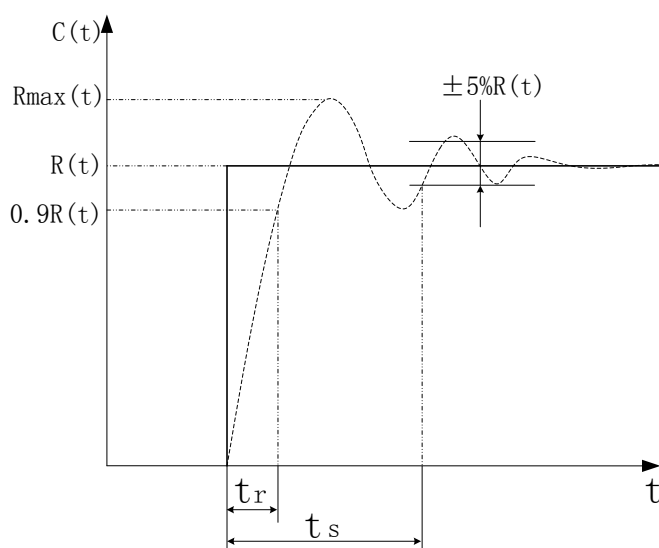

Figura 1-7 Curva de reação dinâmica do Servo
**Características de reação dinâmica do Servo:** refere-se à velocidade de reação, controle dinâmico de erro e erro de controle estável do sistema servo com sinal ou conjunto de mudança de carga. Figura 1-7 indica as características de reação do sistema servo definidos com sinais passo (A linha representa a definição e a linha tracejada representa o sinal de saída do sistema servo).